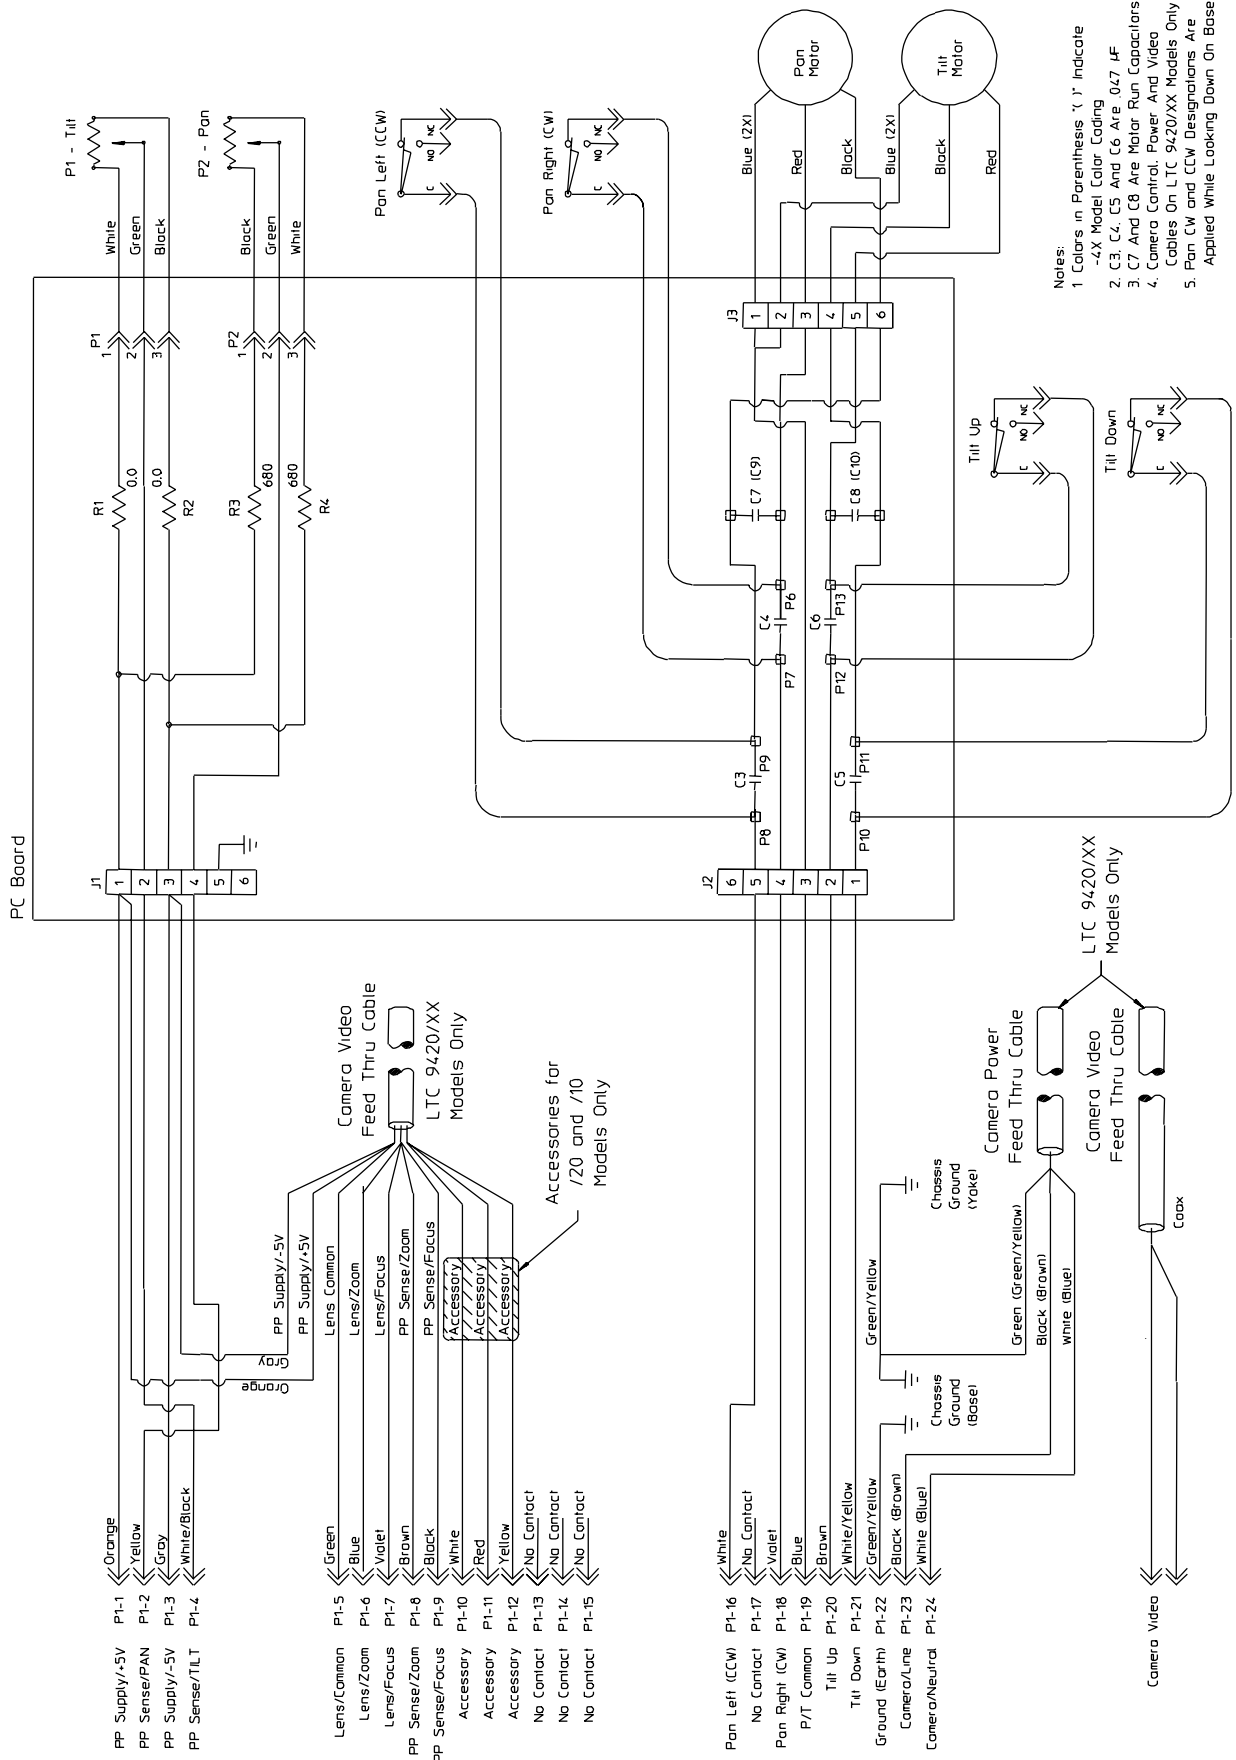

Abbildung 6: Schaltplan - 0° bis 345° Modelle
4. (Farbkennung) für 24 V und 110 V Modelle. Für 220 V Modelle sind die Farbkennungen (23) Braun und (24) Blau.
6. Einzelheiten zur Verdrahtung siehe **Abbildung 6** unter Schaltpläne.
Für die Verwendung der automatischen Schwenkfunktion sind Leitungsanschlüsse an Pin 16 (Linksschwenk), Pin 18 (Rechtsschwenk) und Pin 19 (Gemeinsam) erforderlich. Siehe **Abbildung 6**. Die automatische Schwenkfunktion wird realisiert, indem die Steuereinheit Änderungen im Stromfluss durch den Schwenkmotor registriert. Wenn ein Schwenkanschlag erreicht wird, wird der Stromfluss unterbrochen, und die interne Schaltung der Steuereinheit kehrt die Schwenkrichtung automatisch um.